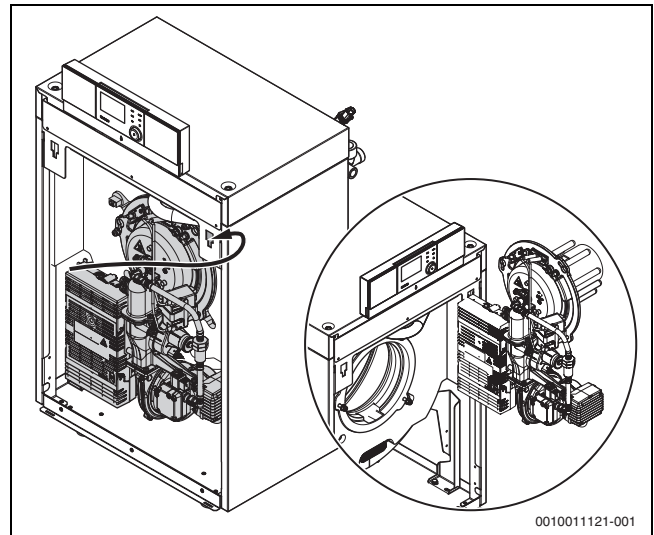

Bild 77 Brenner in Wartungsposition
- ▶ Brenner in Wartungsposition einhängen (T-förmiger Ausschnitt in der Verkleidung oben rechts/links) (→Bild 77, Seite 48).